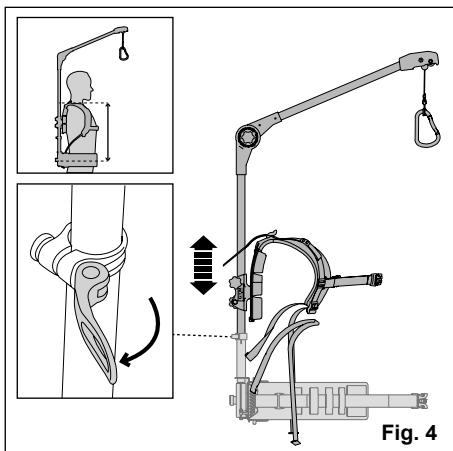

Fig. 4
- Lösen Sie die Klemme, um den Abstand zwischen Ihren Hüften und Schultern anzupassen (Fig 4). Befestigen Sie nach dem Einstellen die Klemme, um die gewünschte Position zu arretieren. Stellen Sie sicher, dass dies der Fall ist eine Überlappung der Rohre von mindestens 4,5 cm.